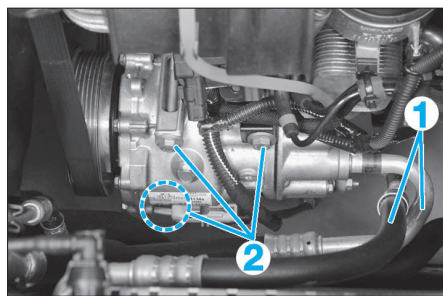

FIG. 24
- Déposer les raccords (1) des conduites de réfrigérant du compresseur (2) et obturer les orifices (Fig. 24).